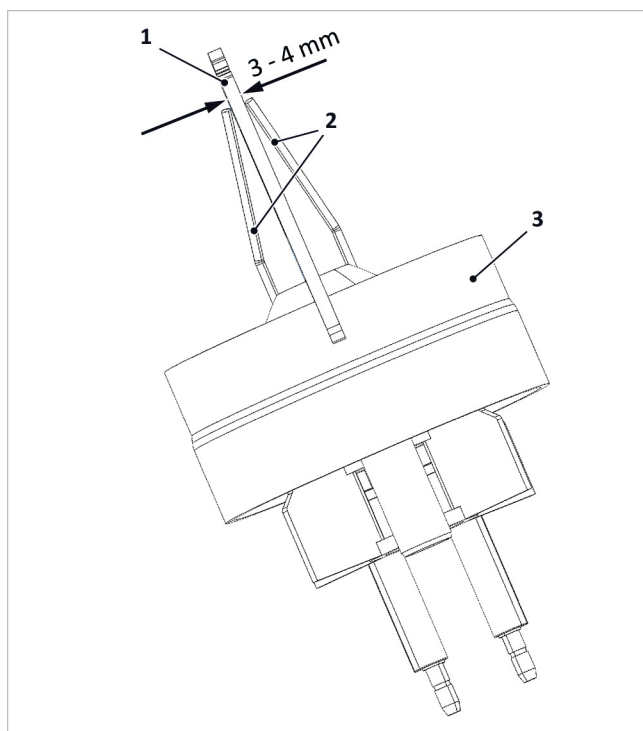

Fig. 146: Controllo della distanza degli elettrodi di accensione
3. Distanza degli elettrodi come nella → fig. 146 controllare ed eventualmente correggere piegando con cautela.